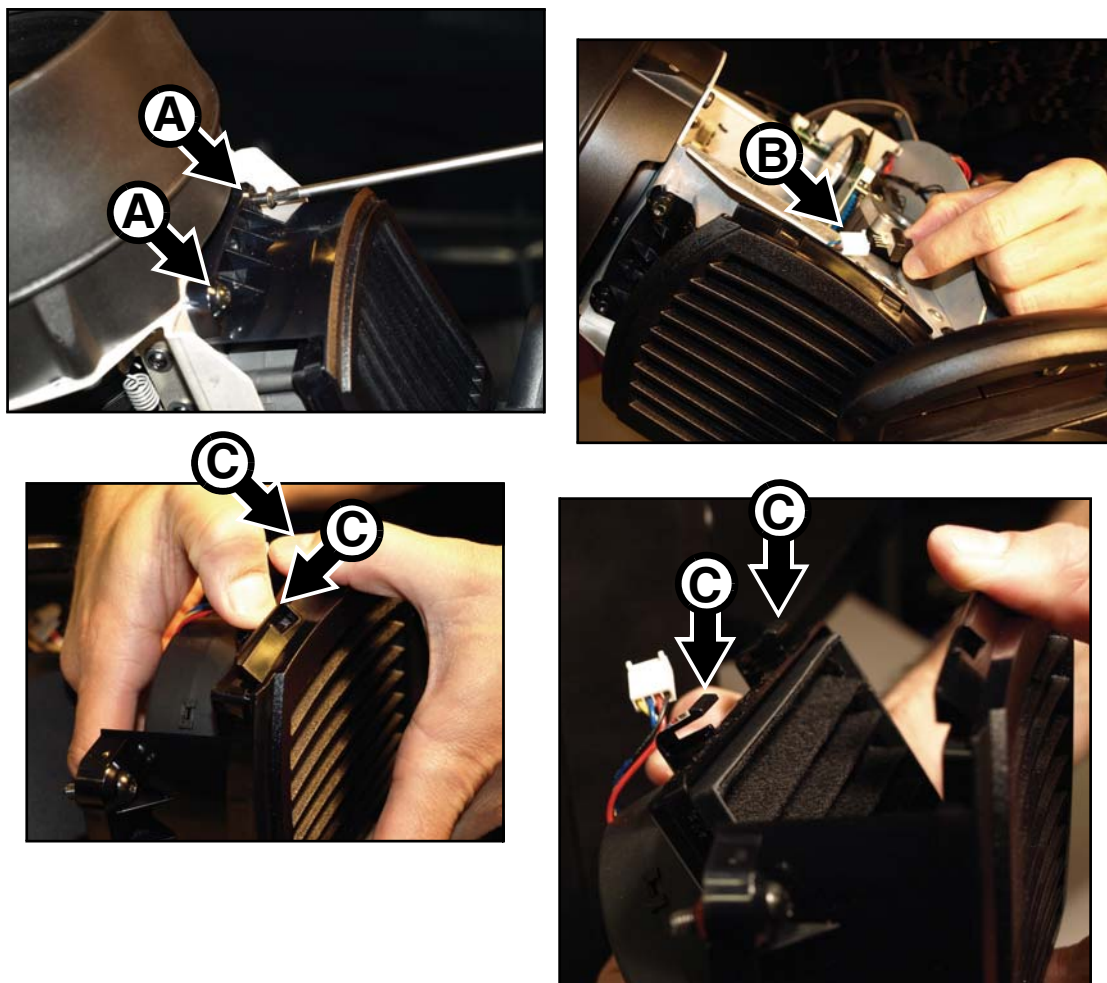

Bild 16: Entfernen des Luftfilters im Kopf
3. Siehe Bild 16. Lösen Sie beide Torx25 Schrauben **A** am vorderen Ende des Filtergehäuses, bis die Schrauben frei drehen.
8. Siehe Bild 16. Führen Sie die den Verschlüssen **C** gegenüber liegende Seite des Abdeckgitters in das Filtergehäuse ein. Drücken Sie auf das Abdeckgitter, bis die Verschlüsse **C** einrasten. Prüfen Sie den korrekten Sitz des Abdeckgitters: der Lüfter darf keine ungefilterte Luft ansaugen.